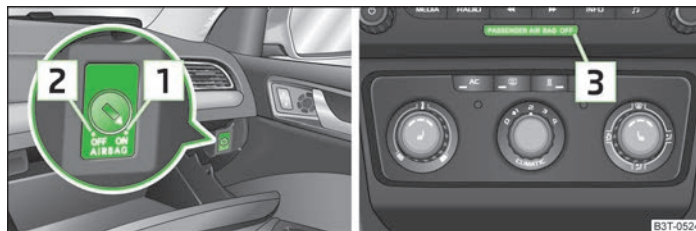

Fig. 146 Compartimento guarda objetos: Conmutador para airbag frontal del acompañante/testigo para desconexión de airbag del acompañante
El airbag frontal del acompañante se puede desconectar con el conmutador de llave » fig. 146 de la página 160.
- La desconexión del airbag se señala con la iluminación del testigo de control **OFF** en el rótulo **PASSENGER AIR BAG OFF** en la parte central del cuadro de instrumentos » fig. 146 de la página 160.
- Girar con la llave la ranura del conmutador del airbag a la posición **2** » fig. 146 OFF.
- Comprobar que con el encendido conectado se encienda también el testigo de airbag **OFF** en el rótulo **PASSENGER AIR BAG OFF** de la parte central del tablero de instrumentos - -3» fig. 146.
- Girar con la llave la ranura del conmutador del airbag a la posición **1** » fig. 146 ON.
- Comprobar que con el encendido conectado no se encienda el testigo de airbag **OFF** en el rótulo **PASSENGER AIR BAG OFF** de la parte central del tablero de instrumentos - -3» fig. 146.